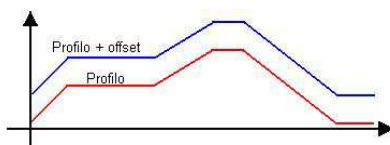

Figura 3.9 – Offset
- “Offset” (Deviazione): Impostabile tra -100 e 100 °C. Il canale esegue un ciclo termico ben definito. In alcuni casi può essere necessario “spostare in alto o in basso” di una quantità prefissata detta offset il profilo termico eseguito. Mediante questo parametro si può facilmente ottenere l'effetto descritto nella figura 3.9.